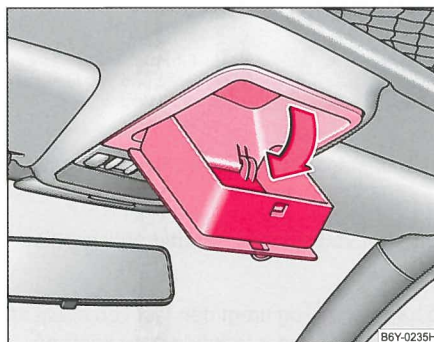

Fig. 188 Udsnit af taget indefra: Nedslåeligt opbevaringsrum
- Træk låget i pilens retning ⇒ fig. 188, opbevaringsrummet åbnes.